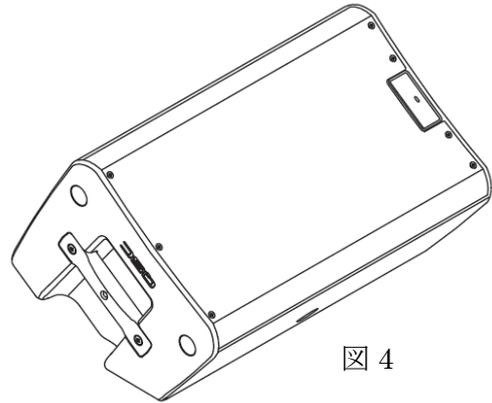

図4
K.2 シリーズはエンターテインメントや司会など、様々な用途に使用できる、ポータブルオーディオ向けに設計されたパワードスピーカーです。各ユーザーが使用しているフルレンジオーディオとの相性も抜群。単体、ステレオペア、ディレイシステムなどに使用できます。また、メインシステム、フロアモニター（図4）どちらも素晴らしいサウンドを提供することができます。